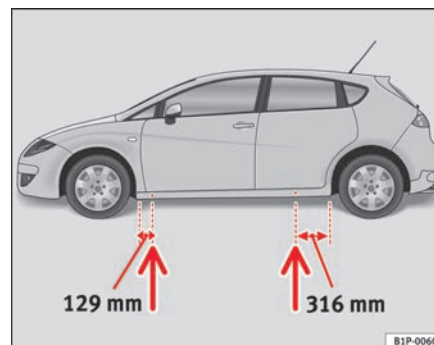

Fig. 152 Puntos de apoyo del gato
- Busque en el larguero inferior del vehículo el punto de apoyo mas cercano a la rueda pinchada ⇒ **página 250, fig. 152.**
En el larguero inferior van marcados los lugares en los que se puede apoyar el gato ⇒ **página 250, fig. 152.** Se ha previsto un lugar para cada rueda. El gato no debe colocarse en otros lugares.